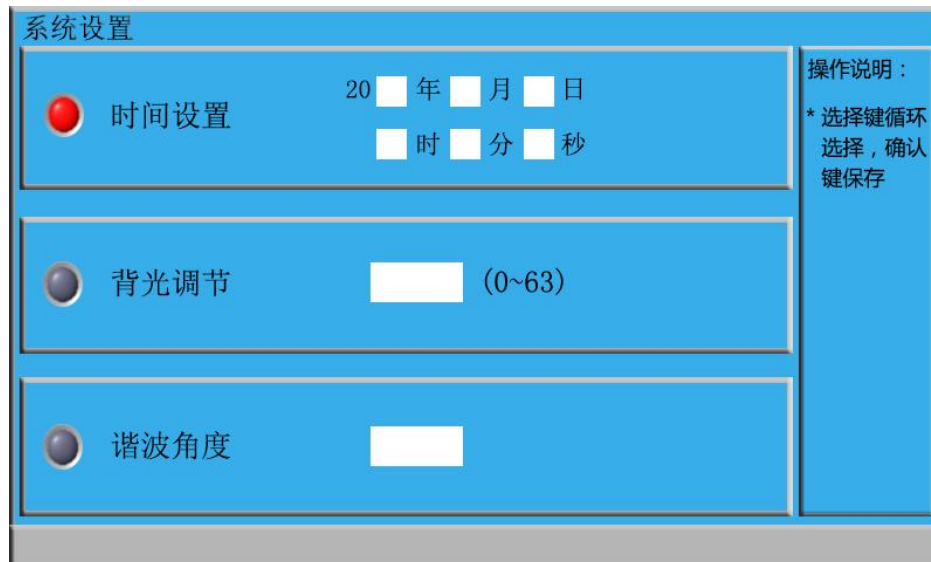

图 10
在图3界面，按“选择或返回键”移动“选择块”选择“系统设置”功能按钮后，再按“确认键”进入系统设置界面，如图10；
1、**系统设置：**用于日期时间设置，液晶背光调节等，如下图10所示：